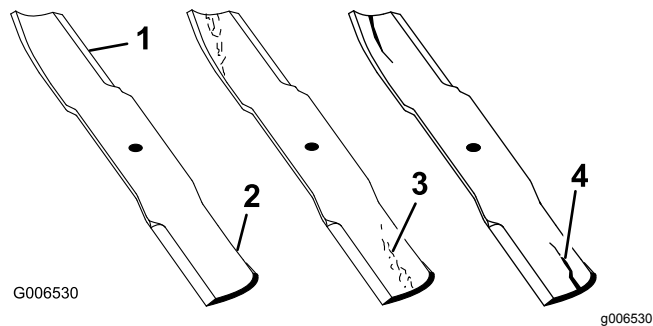

Figura 29
- Verificate accuratamente i taglienti, con particolare attenzione ai punti d'incontro delle sezioni piatta e curva della lama (Figura 29). Sabbia e materiali abrasivi possono consumare il metallo che connette le sezioni piatta e curva della lama, per cui si consiglia di controllare la lama prima di usare la macchina. Se riscontrate segni di usura (Figura 29), sostituite la lama; fate riferimento a Rimozione e montaggio della lama \(o delle lame\) (pagina 21).
Se continuate ad usare la lama usurata, si forma una scanalatura tra la costa e la sezione piatta della lama (Figura 29). Alla fine, un pezzo di lama può staccarsi e venire lanciato dal sottoscocca, con il rischio di ferire gravemente voi o gli astanti.